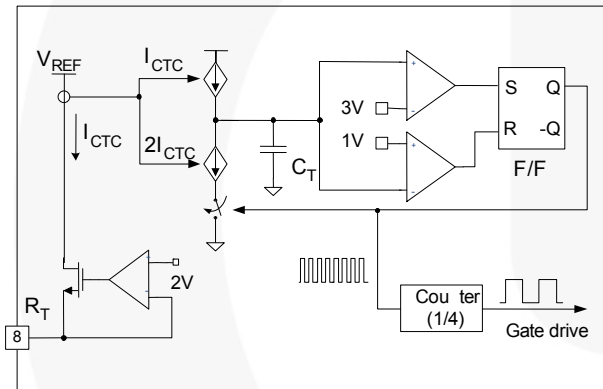

图 17. 电流控制的振荡器
2. 内部振荡器: FAN7621B 采用电流控制的振荡器，如图 17 所示。在内部， R_T 引脚的电压调节在 2V，并且振荡器电容 C_T 的充电/放电电流通过使用电流镜像复制从 R_T 引脚 (I_{CTC}) 流出的电流来获得。因此，开关频率随着 I_{CTC} 的增加而增加。